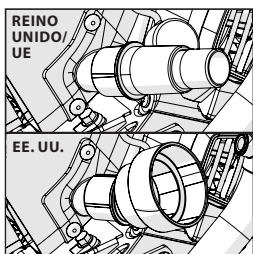

FIG. 14
- Empuje la manguera de conexión desde la máquina de extracción hasta el orificio de extracción usando un adaptador adecuado. (Fig. 14)